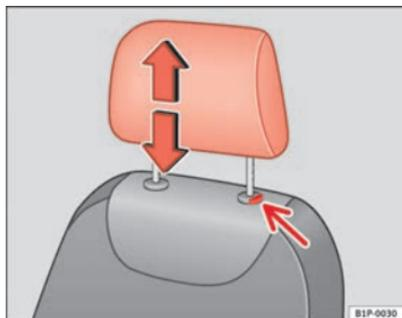

Fig. 90 Poggiatesta: regolazione dell'altezza oppure smontaggio
- Premere il tasto ⇒ fig. 90 (freccia).